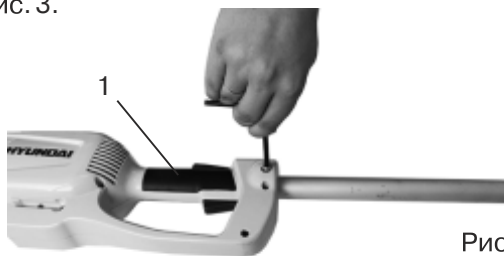

Рис. 3
- Установите крепежный болт и затяните шестигранным ключом (поставляется в комплекте) См. рис. 3.
- Вставьте вспомогательную рукоятку (6) на вал (7) так, чтобы она была под углом к основной рукоятке (1 рис.3).
- Вставьте болт-барашек (11) сквозь отверстие в передней рукоятке.
- Установите шайбу (12) на болт.
- Установите гайку (10) на болт и затяните гайку.